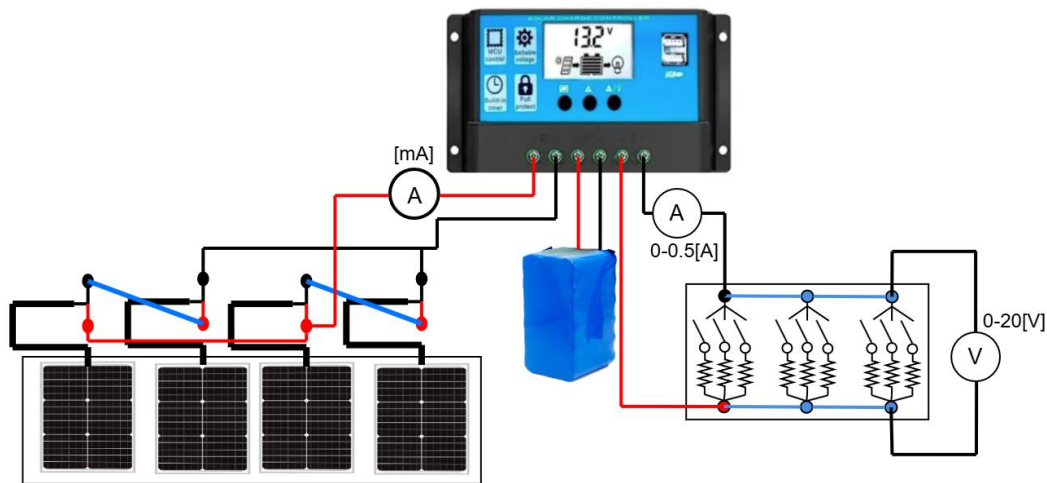

Fig. 100. Controlador de carga Solar con carga resistiva.
8. Conecte el módulo carga resistiva EMS 8311 al controlador y sube todas las palancas como se muestra en la **Fig. 100**.
9. Conecte el módulo volt-amperímetro cd EMS 8412 al módulo de carga resistiva y a la salida de carga del controlador de carga solar (últimos contactores de la derecha) para medir voltaje y corriente en la carga, ver **Fig. 100**.